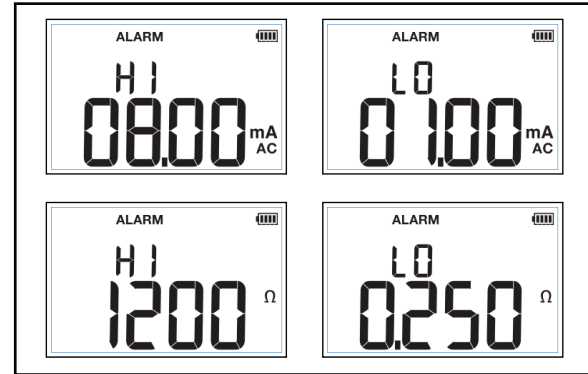

Figure 2. Fonctions d'alarme
1. Appuyez sur **SETUP** jusqu'à ce qu'**ALARM** (ALARME) s'affiche à l'écran. Voir la Figure 2.